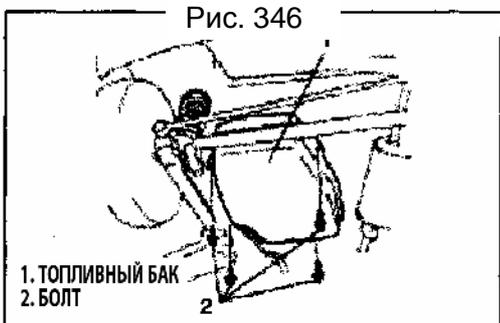

Рис. 347
- 4) Установите топливный бак на кузов автомобиля, как описано в п. «Установка топливного бака» (Рис. 347).